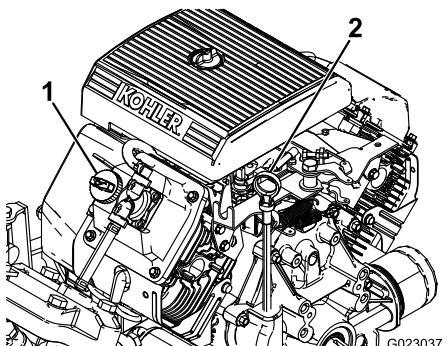

Figure 37
2. Retirez la jauge et essuyez-la sur un chiffon propre (Figure 37). Remettez la jauge dans le tube en l'enfonçant complètement. Sortez de nouveau la jauge et vérifiez le niveau d'huile.
3. Si le niveau d'huile est trop bas, enlevez le bouchon de remplissage du couvre-culasse (Figure 37) et versez la quantité d'huile nécessaire dans l'orifice pour faire monter le niveau jusqu'au repère MAXIMUM sur la jauge. Versez l'huile lentement et vérifiez souvent le niveau durant la procédure. Ne remplissez pas excessivement.
8. Versez lentement environ 80% de la quantité d'huile spécifiée dans le goulot de remplissage (Figure 37).